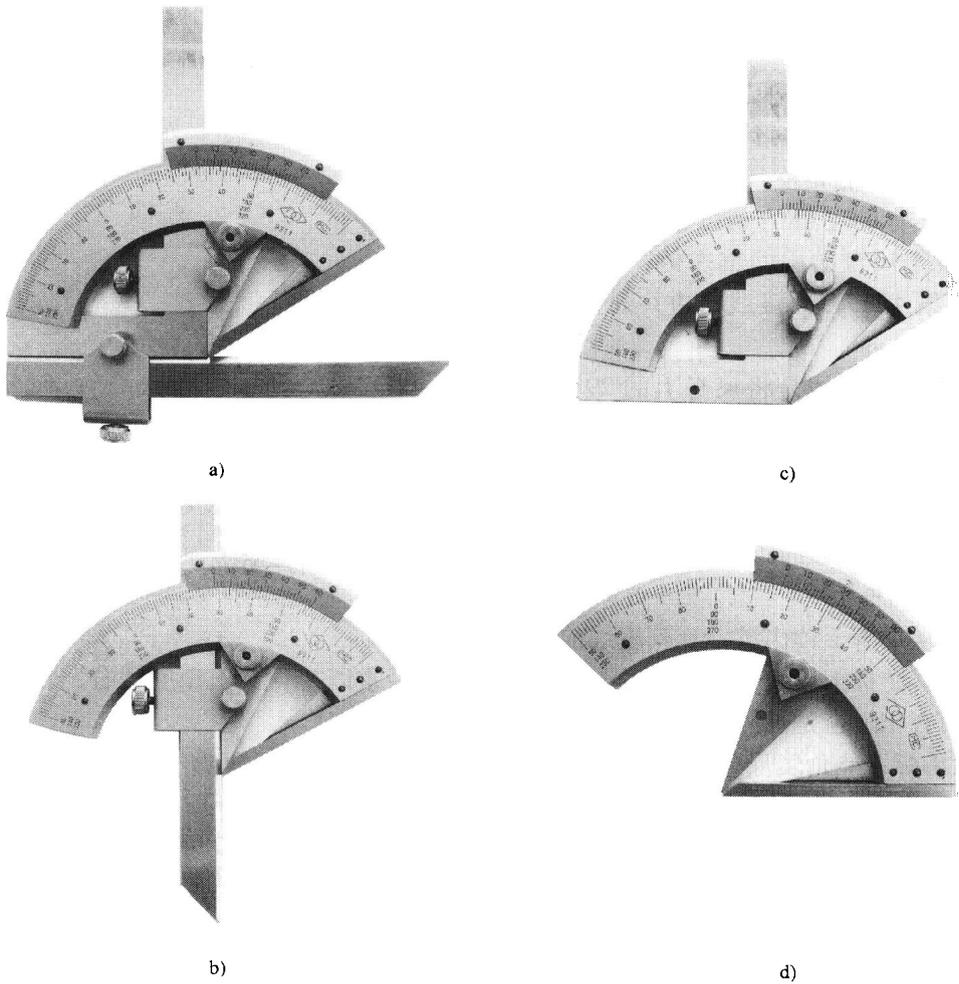

图 1-10 游标万能角度尺的测量范围
(3) 游标万能角度尺的测量范围。在游标万能角度尺上由于90°角尺和直尺可以移动或拆换，可测量0~320°的任何角度。由图1-10所示：90°角尺和直尺全装上时，可测量0°~50°的角度，如图1-10a所示；仅装上直尺时，可测量50°~140°的角度，如图1-10b所示；仅装上90°角尺时，可测量140°~230°的角度，如图1-10c所示；90°角尺和直尺全拆下时，可测量230°~320°的角度，如图1-10d所示。